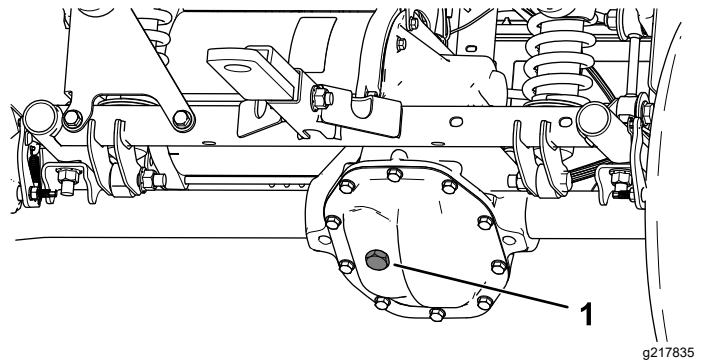

Figura 50
4. Retire el tapón de llenado del transeje (**Figura 50**).
5. Si el nivel de fluido es bajo, retire el tapón de llenado y añada fluido del tipo especificado hasta que salga del orificio (**Figura 50**).
4. Retire el tapón de llenado del transeje, y llene el transeje con el fluido especificado hasta que salga del orificio de llenado (Figura 50).